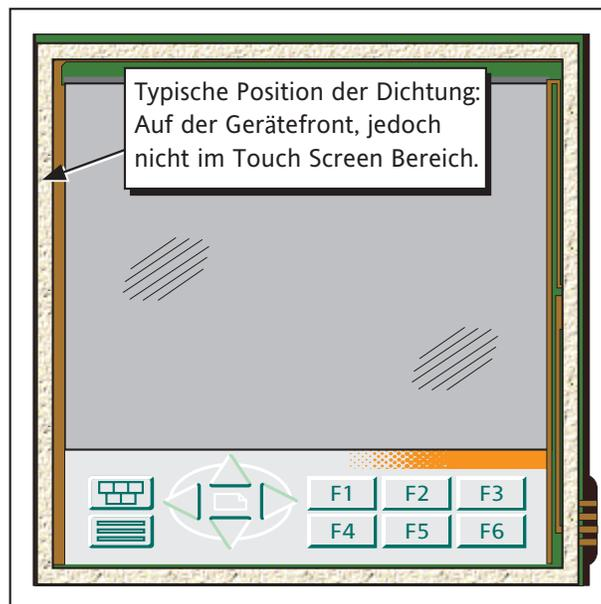

Abbildung 11.2.1 Typische Position der Dichtung für 'offenes' Fenster
2. Positionieren Sie bei 'offenen' Fenstern eine Schaumdichtung (oder ähnlich) zwischen das Overlay und die Gerätefront. Achten Sie darauf, dass die Dichtung durch die Befestigung der Overlay zusammengepresst wird. Die Dichtung soll den Touch Screen Bereich schützen (Abbildung 11.2.1).
- b. Verwenden Sie für die Befestigung der Membran an der nicht berührungsempfindlichen Oberfläche des Geräts ein doppelseitiges Klebeband. Dies gibt eine zusätzliche Abdichtung, entsprechend der Dichtung bei 'offenem' Fenster in Abbildung 11.2.1. Staub und andere Verunreinigungen sehen nicht nur unschön aus, sie können auch zu einer ungenauen Bedienung des Touch Screens führen. Stellen Sie sicher, dass Bildschirm und Membran sauber sind, bevor Sie die Membran befestigen.